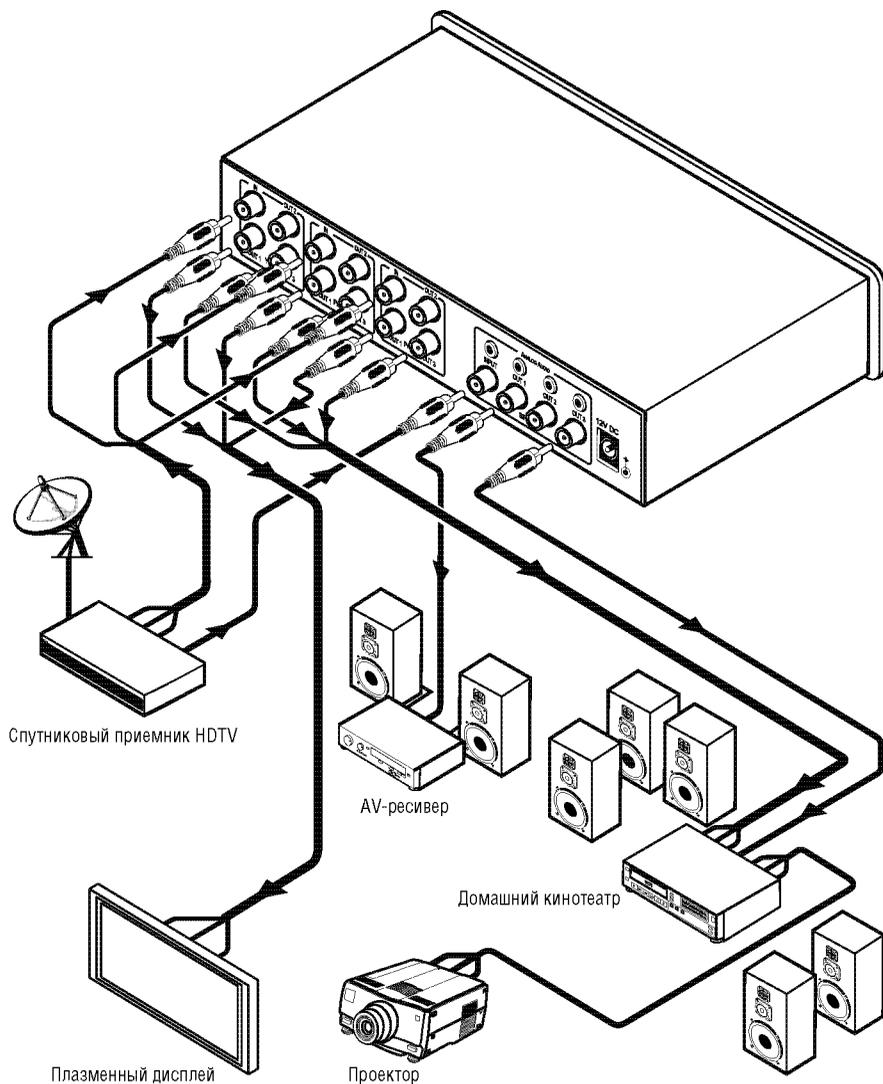

Рис. 2. Подключение к VM-30CA источников и приемников сигнала
Подключение к **VM-30CA** источников и приемников сигнала иллюстрирует рис. 2:
4. Подключите выход источника питания к разъему питания 12V DC, а источник питания вставьте в розетку электросети (не показано на рис. 2).
¹ Вместо цифрового можно использовать выход аналогового аудиосигнала (это подключение не показано на рис. 2).